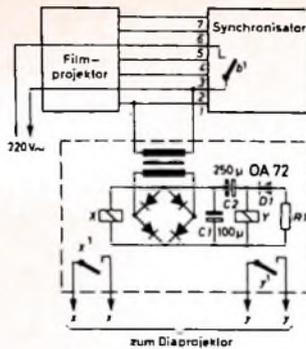

Bild 31 Schaltung zur nicht streng synchronen kombinierten Vorführung von Dias und Schmalfilmen
Das erste Verfahren macht von der Tatsache Gebrauch, daß der Projektor bei der elektronischen Synchronisation durch Unterbrechung der Synchronspur beliebig gestoppt und wieder gestartet werden kann. Die Kopplung zwischen Dia- und Filmprojektor ist nun sehr einfach. Bild 31 zeigt die Schaltung des hierzu im Dia- projektor einzubauenden Zusatzes. Beim Einsetzen des Synchronspurs schließt der Kontakt b^1 im Synchronisator und schaltet die Netzspannung von 5 nach 2 durch; der Filmprojektor läuft an. Von den Verbindungsleitungen 1 und 2 wird die geschaltete Netzspannung abgenommen und daraus im Zusatzgerät eine Gleichspannung von 24 V erzeugt, die das Relais X erregt. Der Ruhekontakt x^1 des Relais X, der an der Trennstelle $x-x^1$ im Lampenstromkreis des Diaprojektors liegt, schaltet dann die Lampe aus. Gleichzeitig läßt sich der Kondensator C 2 über das Relais Y auf, wobei dieses anzieht und den Kontakt y^1 kurzzeitig schließt. y^1 wird an Stelle von b^1 an die Punkte $y-y^1$ angeschlossen und löst beim Schließen den Diawechsel aus, der nach dem Erlöschen der Lampe erfolgt.
Relais (D), das die Netzspannung zur Zusatzschaltung im Diaprojektor (nach Bild 31) durchschaltet.